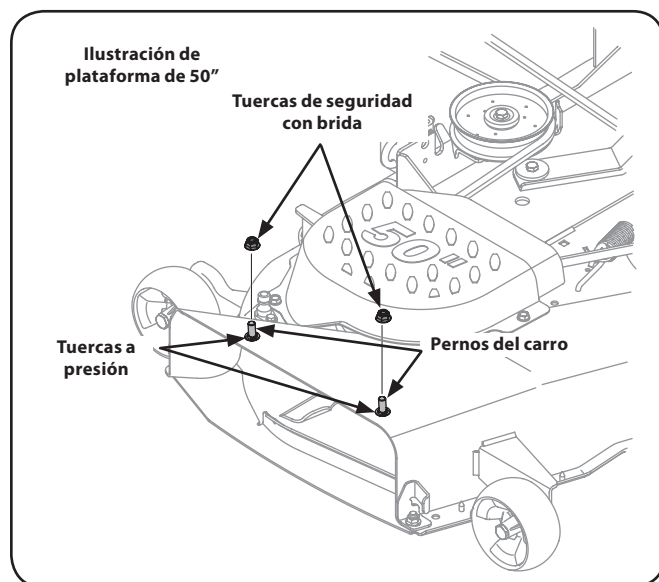

Figura 3-5
2. Retire las tuercas de seguridad con brida de la plataforma. No extraiga las tuercas a presión ni los pernos del carro, dejarlos en su lugar facilitará la instalación del canal. Vea la Figura 3-5.